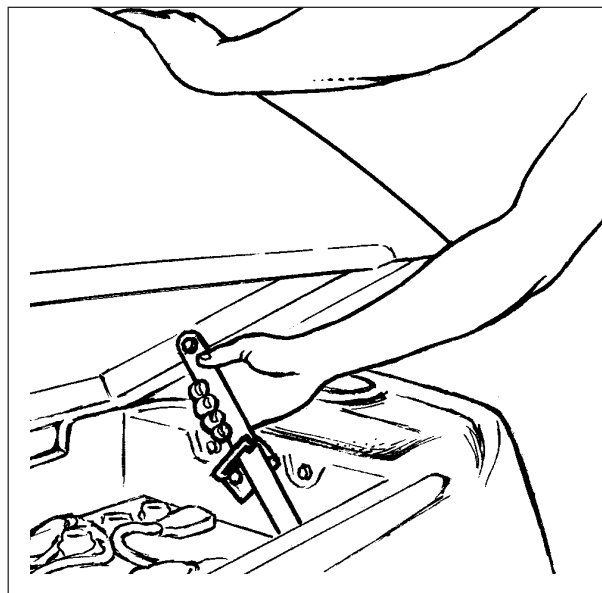

Abb. 8B
**MERKE:** Zum Laden der Batterien den Schmutzwassertank bis zur halboffenen Position öffnen. Die Stütze muß hörbar einrasten. Siehe Abb. 8B.
**⚠ WARNUNG:** Bedienen Sie die Maschine nicht und nehmen Sie keine Wartungsarbeiten an ihr vor, wenn sich der Schmutzwassertank in der halboffenen Position befindet. (Abb. 8B) Der Tank kann versehentlich herunterfallen oder möglicherweise zufallen.